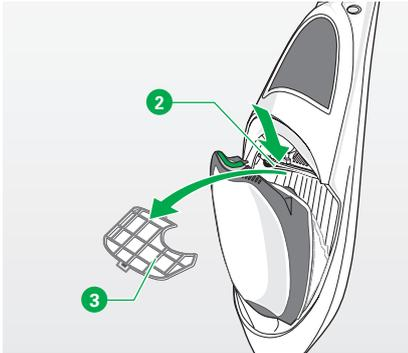

Bild 4.8 Motorschutzfilter entnehmen
- Drücken Sie die Lasche **2** des Rahmens des Motorschutzfilters **3**, sodass sich der Motorschutzfilter aus der Halterung löst (siehe Bild 4.8 auf Seite 70).